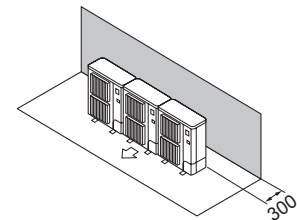

Fig. 2-9
- ① Hindernisse auf der Rückseite (Fig. 2-9)